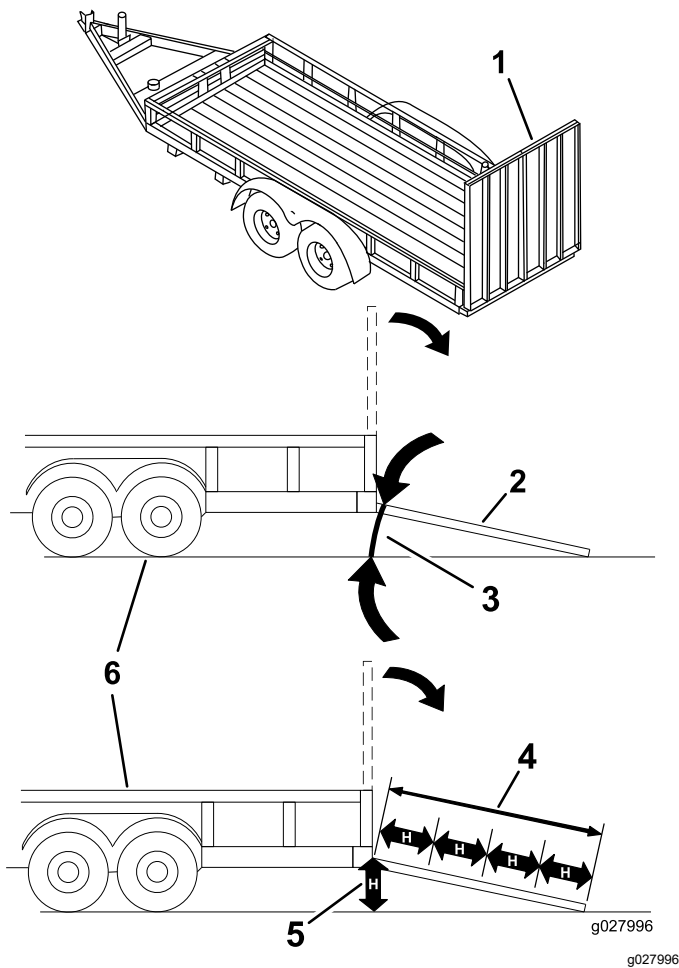

Figura 29
El cargar la máquina en un remolque o un camión aumenta la posibilidad de un vuelco y podría causar lesiones graves o la muerte (Figura 29).
1. Baje la rampa, asegurándose de que el ángulo entre la rampa y el suelo no supera los 15 grados (Figura 29).